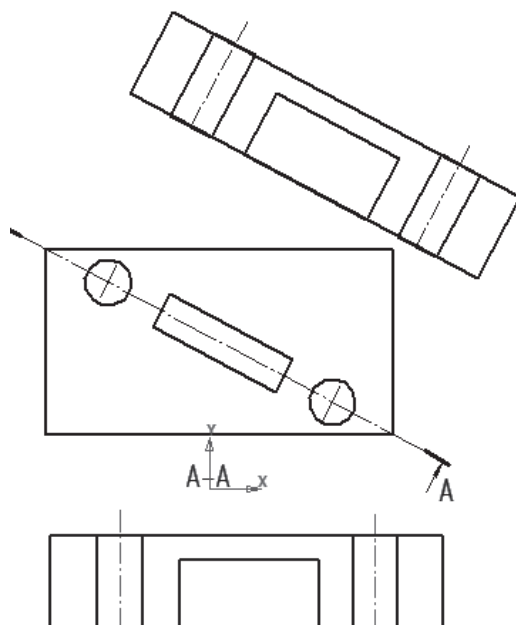

Рис. 107
8. Сделать активным *Вид 3*. Вставить изображение разреза из буфера обмена: меню *Редактировать* → *Вставить*. Ниже букв, обозначающих разрез, появится его изображение (рис. 107).